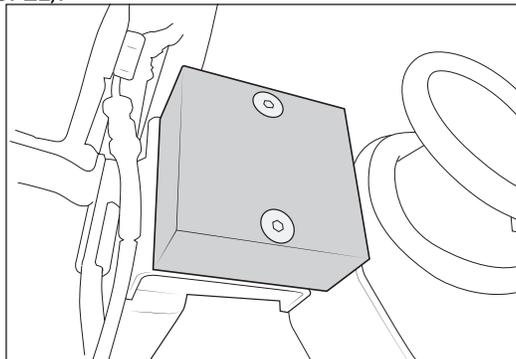

Abbildung 21
15. Installiere die hinteren, unteren Achsanschlagsverlängerungen auf den Achsblock. Senkkopfschrauben M10 durch Distanzstücke und vorhandene Bohrungen im Achsblock führen. Die Flanshmutter an der Unterseite der Achsauflagen anbringen. Festziehen, bis es zu leichten Verformung des Materials an der Oberseite der Löcher in den Distanzblöcken kommt. (Abb. 21).